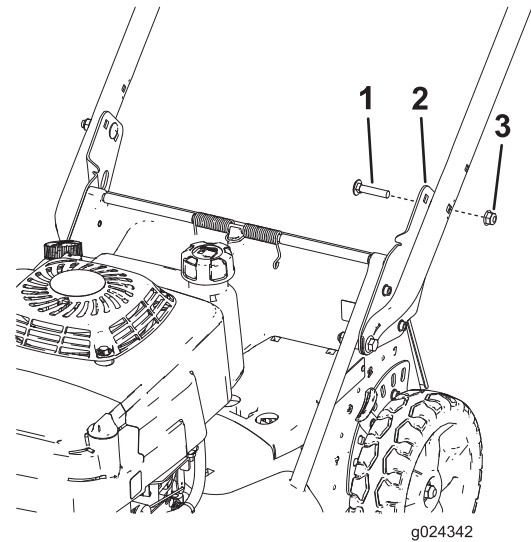

Bild 6
6. Befestigen Sie den Bügel mit zwei Schlossschrauben (5/16" x 1-1/2") und zwei Bundmuttern (5/16") an der gewünschten Bügelhöhe an den Bügelhalterungen, wie in **Bild 6** abgebildet.